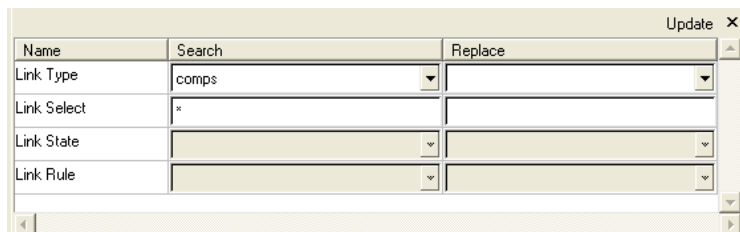

图 6-62 Link Select 框
- (1) 在 Connector Browser 下的连接对象浏览器 (link entity browser) 中，鼠标右键单击 Rear_Truss_1，在弹出菜单中单击 Find Attached 按钮。
- (2) 在任一高亮显示的 connector 名称上单击鼠标右键，在弹出菜单中选择 Update Link。
- (3) 单击 Search 栏下的 Link Select 框，如图 6-62 所示。